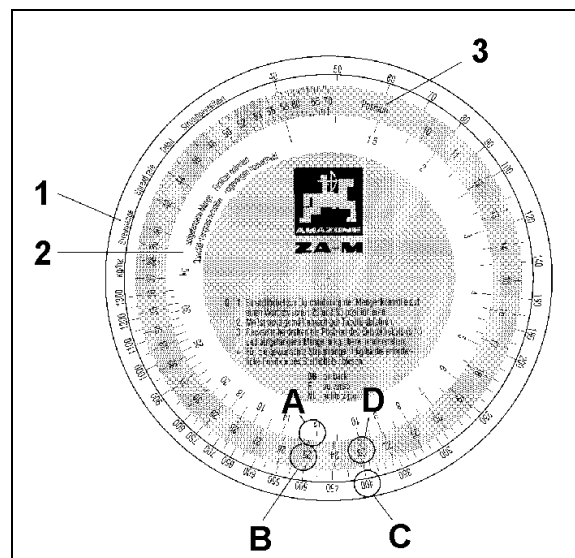

Fig. 54
- Der äußeren, weißen Skala mit den Streumengen [kg/ha] (Streuemenge) (Fig. 54/1).
- Der inneren, weißen Skala für die bei der Streumengen-Kontrolle aufgefangene Düngermenge [kg] (aufgefangene Menge) (Fig. 54/2).
- Der mittleren, farbigen Skala mit den Schieberstellungen (Position) (Fig. 54/3).
6. Rechenscheibe zur Hand nehmen. Auf Skala (Fig. 54/2) für aufgefangene Menge [kg] Zahlenwert 12,5 (Fig. 54/A) aufsuchen und mit gewählter Schieberstellung (Position) 25 (Fig. 54/B) der farbigen Skala (Fig. 54/3) übereinanderstellen.
7. Gewünschte Streumenge 400 kg/ha (Fig. 54/C) aufsuchen und erforderliche Schieberstellung (Position) 23 (Fig. 54/D) ablesen.